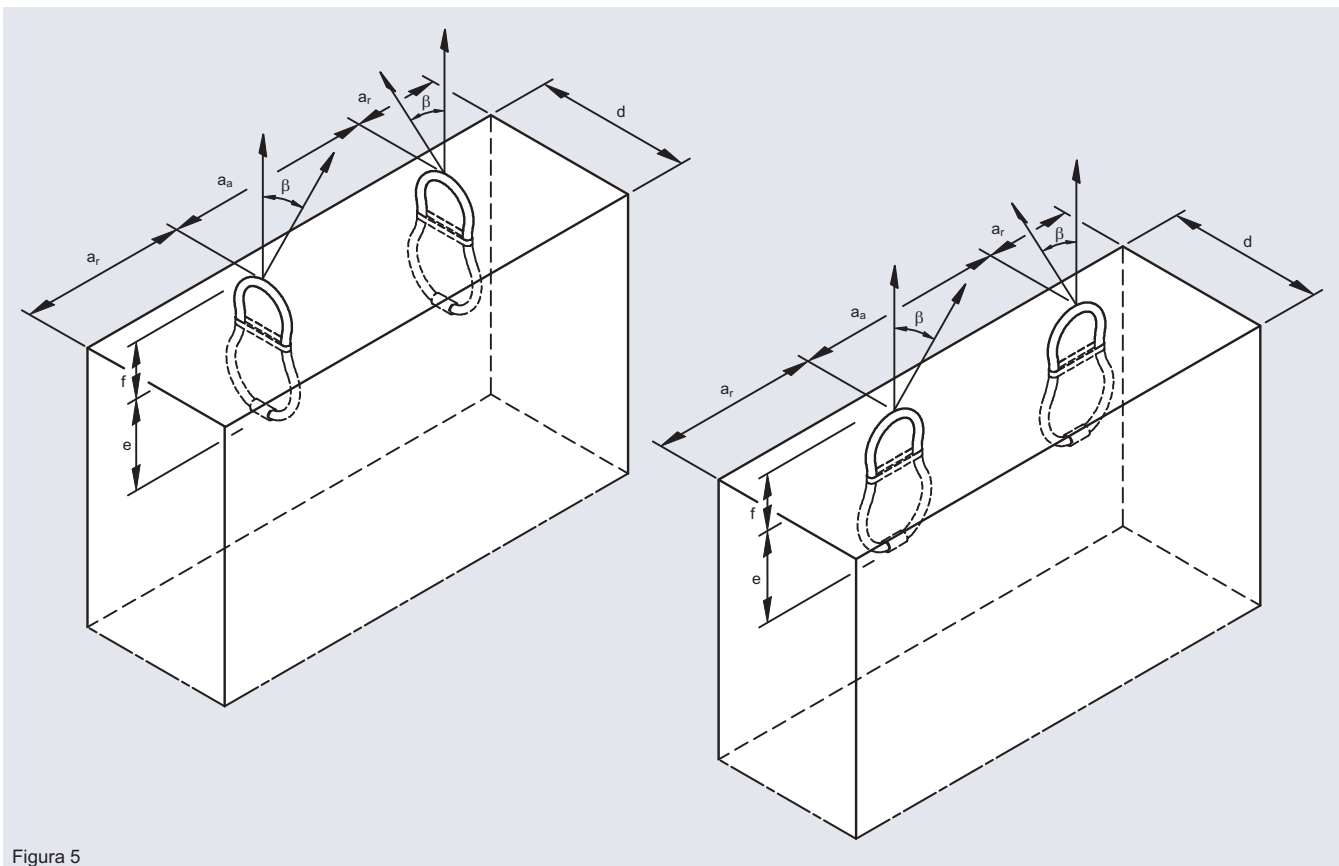

Figura 5
- El **estrobo de elevación PHILIPP** no será sometido a tiros diagonales superiores a  $\beta \geq 30^\circ$  (Figura 5);